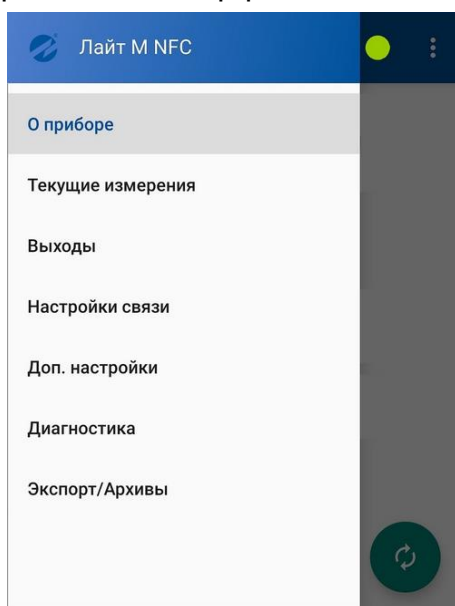

Рис.29. Вид главного окна приложения «Лайт М NFC».
4.2.2.1. После запуска приложения «Лайт М NFC» открывается его главное окно (рис.29), содержащее набор элементов, характерных для приложений с графическим интерфейсом: